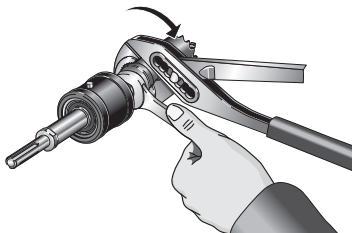

Figure 15 – Dépose de la scie à cloche
2. Desserrez et retirez la scie à cloche (Figure 15).